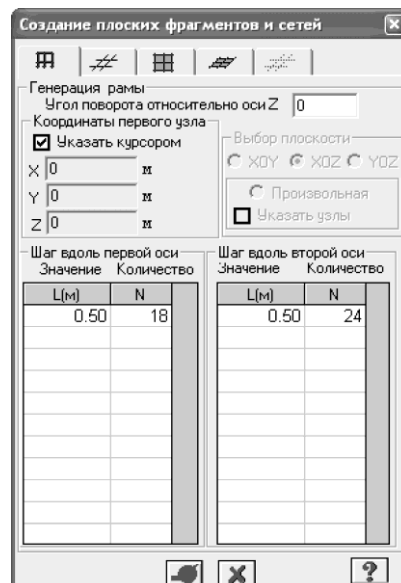

Рис.4.4. Диалоговое окно Создание плоских фрагментов и сетей
- Установите флажок в поле **Указать курсором** и укажите курсором на узел № 4 (узел окрасился в малиновый цвет и в диалоговом окне отобразились его координаты) (рис.4.4).